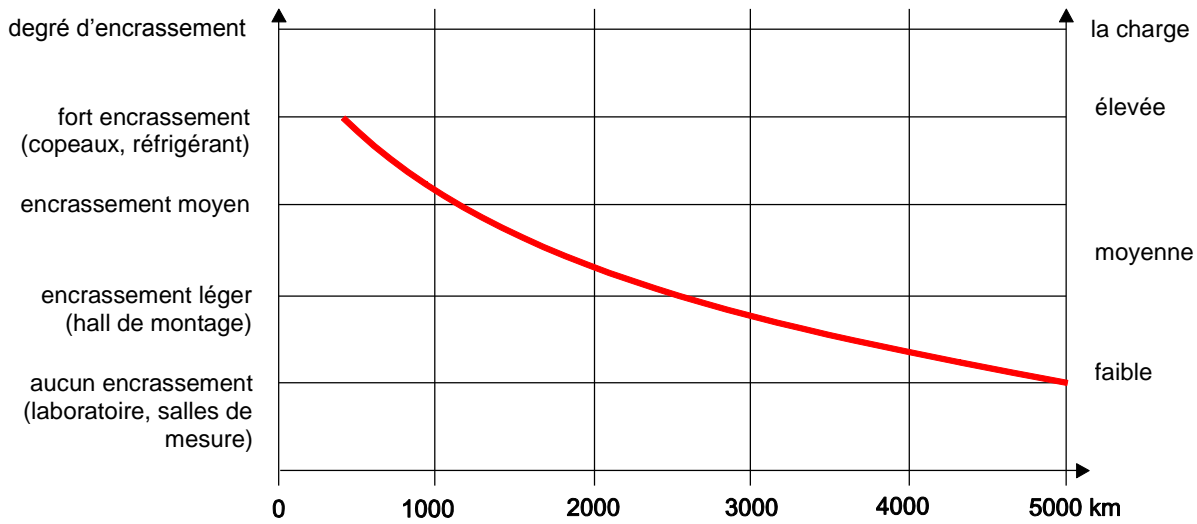

Figure 10: Intervalles de lubrification pour le guidage à billes avec chaîne à billes
*\*ou au moins 2 x par an. L'intervalle de lubrification dépend des conditions d'environnement et de la charge (voir Fig. 10). Lubrifier « en mouvement » !*